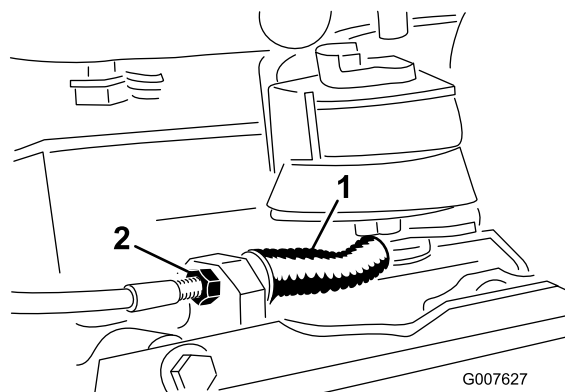

図 33
- ・ ケーブルの張りをゆるくするには、ケーブルの前ジャムナットをゆるめて後ジャムナットを締める（図 33）。必要に応じて上記ステップ1と2を繰り返して再調整する。
- ・ ケーブルの張りを強くするには、後ジャムナットをゆるめて前ジャムナットを締める（図 33）。必要に応じて上記ステップ1と2を繰り返して再調整する。